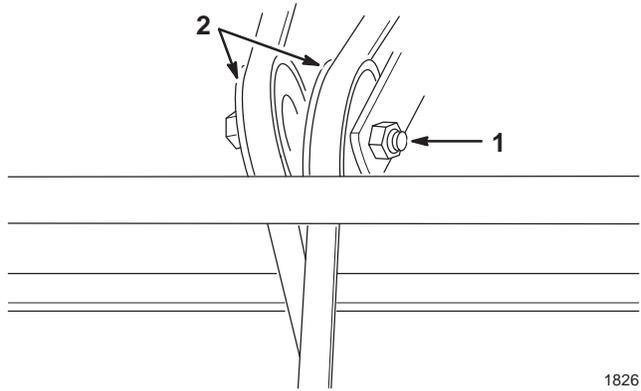

Bild 25
2. Lockern Sie die Mutter und schieben die Riemenscheibe so weit, dass sich die korrekte Spannung ergibt (Bild 25).
4. Schneiden Sie den alten Riemen durch und entfernen ihn (Bild 25).
5. Lösen Sie die Sechskantmuttern auf der Riemen-spannscheibe (Bild 25).